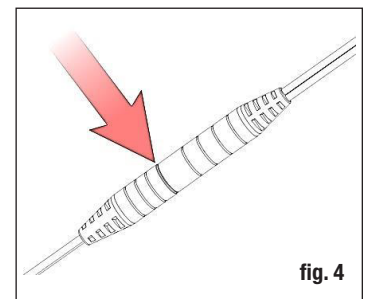

fig. 4
Paso 5: La conexión está completamente acoplada cuando hay un espacio mínimo entre el conector macho y hembra (fig. 4).